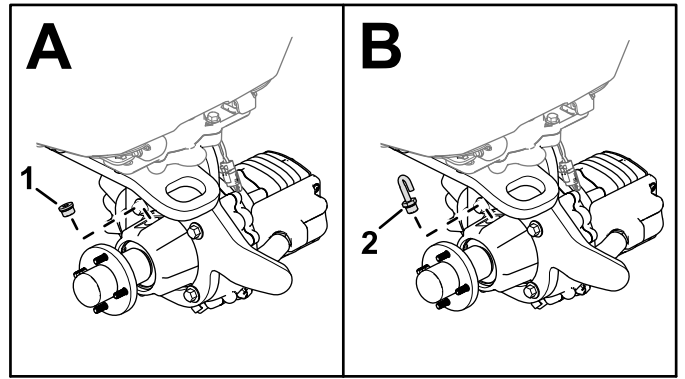

Figura 4
- Retire el tapón de la parte superior de la caja de engranajes (A en la Figura 4).
- Fije la manguera de ventilación y el acoplamiento en la caja de engranajes (B en la Figura 4).